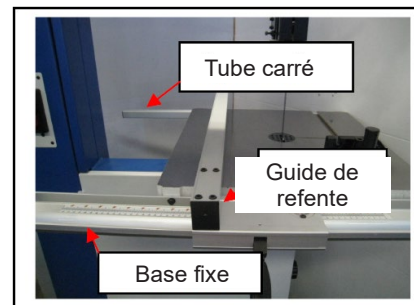

Figure 8
1. Fixation de la base fixe à la table en fonte à l'aide de deux boulons à tête hexagonale M6x20 et de deux rondelles élastiques M6. (Fig. 8)